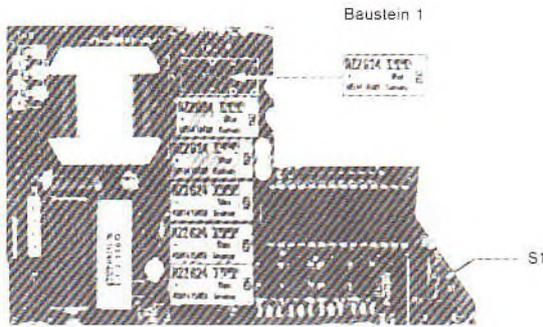

Abb. 3
- 4.2 Der Kodierschalter S1 (s. Abb. 3) ist entsprechend der vorgesehenen Erweiterung einzustellen: